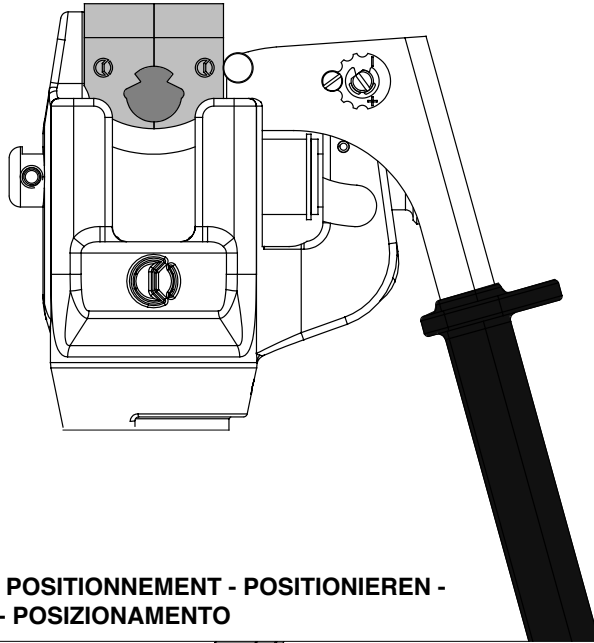

FIG. 4 POSITIONING - POSITIONNEMENT - POSITIONIEREN - COLOCACION - POSIZIONAMENTO
- Position the conductor inside the die set so that the blade (10) lines up with the desired cutting point.
- Close the die set (see Fig. 3) by moving the Locking Handle (17) towards the tool body, until automatically 'locked' in position and securely clamping the wire/conductor (see Fig. 4).
- Placer le conducteur à l'intérieur du bloc-matrices de façon à ce que la lame (10) se trouve au niveau du point de coupe souhaité.
- Fermer les matrices (voir Fig. 3) en portant la poignée de blocage (17) vers le bas jusqu'à son verrouillage; le conducteur est alors positionné pour la coupe (voir Fig. 4).